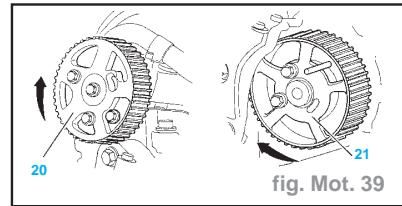

fig. Mot. 39
- Desserter les vis (19).
- Contrôler la libre rotation des poulies (20) et (21) sur leur moyeu.
- Serrer les vis (19) à la main puis les desserrer de 1/6 de tour.
- Tourner les 2 poulies (20) et (21) dans le sens horaire jusqu'en butée à fond de
- boutonnières (fig. Mot. 39).